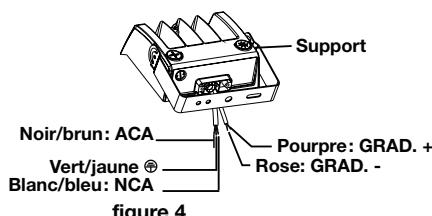

figure 4
Étape 2 : complétez la connexion de câble en respectant le bon mode de connexion (portez attention au fil positif, au fil négatif et au fil de mise à terre) (figure 4);